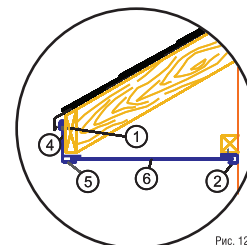

Рис. 12
4. Вставьте лист софита (6) в одну из планок, затем сдвиньте на 8–10 мм в сторону другой планки. Закрепите лист софита (6) с помощью саморезов (1) (рис. 12, 13).